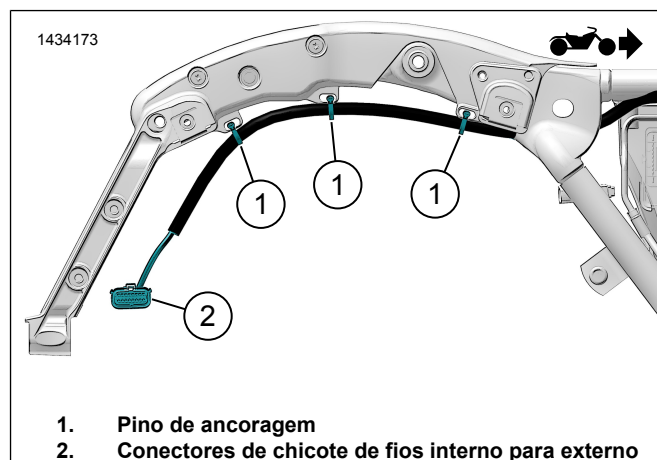
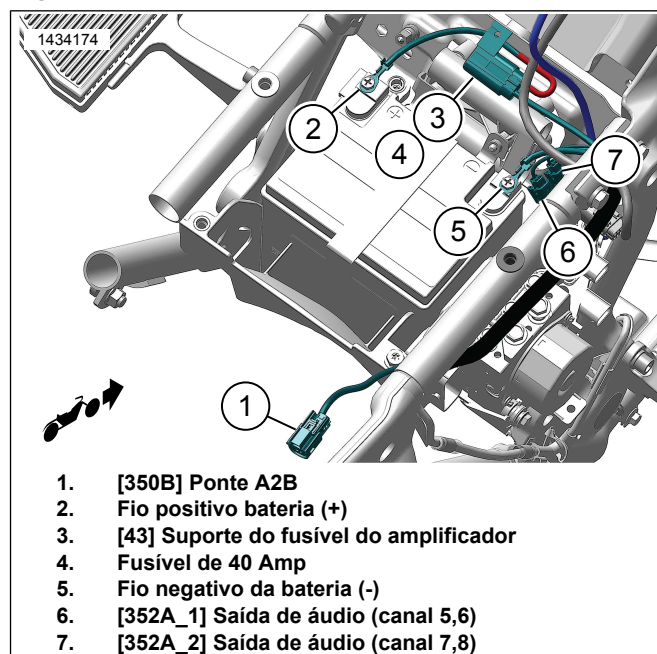

Figura 17. Roteamento do chicote de fios externo (típico)
Figura 18. Roteamento do chicote de fios externo (típico)
- a. Veja a figura 17. Usando as abraçadeiras, instale o chicote de fios para fixar os pontos (1). Não aperte as abraçadeiras.
- c. Veja a figura 18. Oriente o chicote de fios restante para a área da caixa da bateria.
- d. Conecte o cabo negativo da bateria (2).
- e. Conecte o cabo positivo da bateria (4).
- f. Instale o fusível (4) no suporte do fusível (3).
- g. Prenda o suporte do fusível (3) com a abraçadeira.
- h. Direcione os conectores (1) para a área da tampa lateral esquerda e os conectores (5, 6) para a tampa lateral direita.
2. Veja a figura 17. Conecte o chicote de fios externo do alforje ao chicote de fios interno (2) no alforje.
3. Veja a figura 18. Conecte [350B] (1) do chicote de fios do amplificador secundário a [350A] chicote de fios do amplificador primário.
- a. **FLTRKSE 2022:** conecte o [350B] (1) do chicote de fios do amplificador secundário ao conector de 2 pinos.